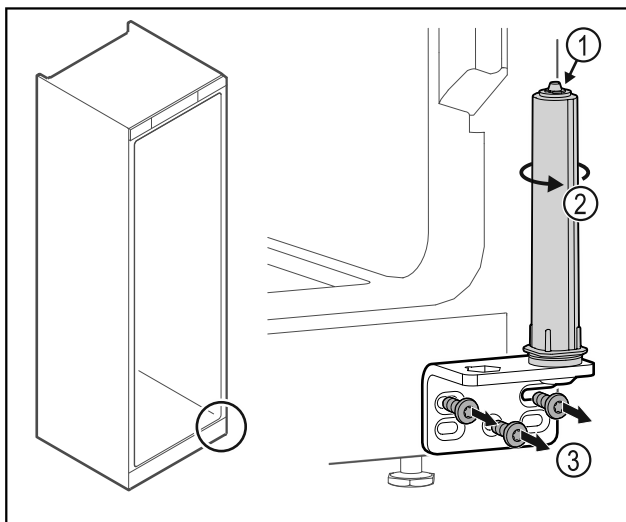

Fig. 28
- Türschließsystem Fig. 28 (1) nicht zerlegen.
- Schließsystem Fig. 28 (2) drehen, bis es klickt.
- Scharnierwinkel Fig. 28 (3) abschrauben.